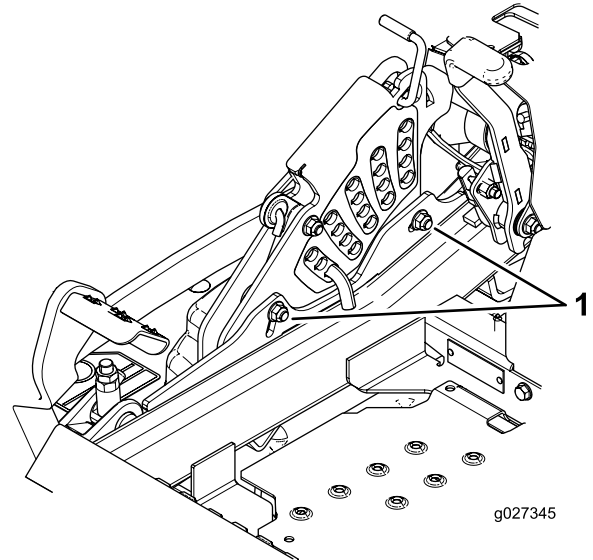

Figura 91
12. Para ajustar el sistema de ajuste de un solo punto, afloje los 2 pernos situados cerca del borde inferior de la pletina de altura de corte (Figura 91).
14. Apriete los 2 pernos en el borde inferior de la pletina de altura de corte (Figura 91).